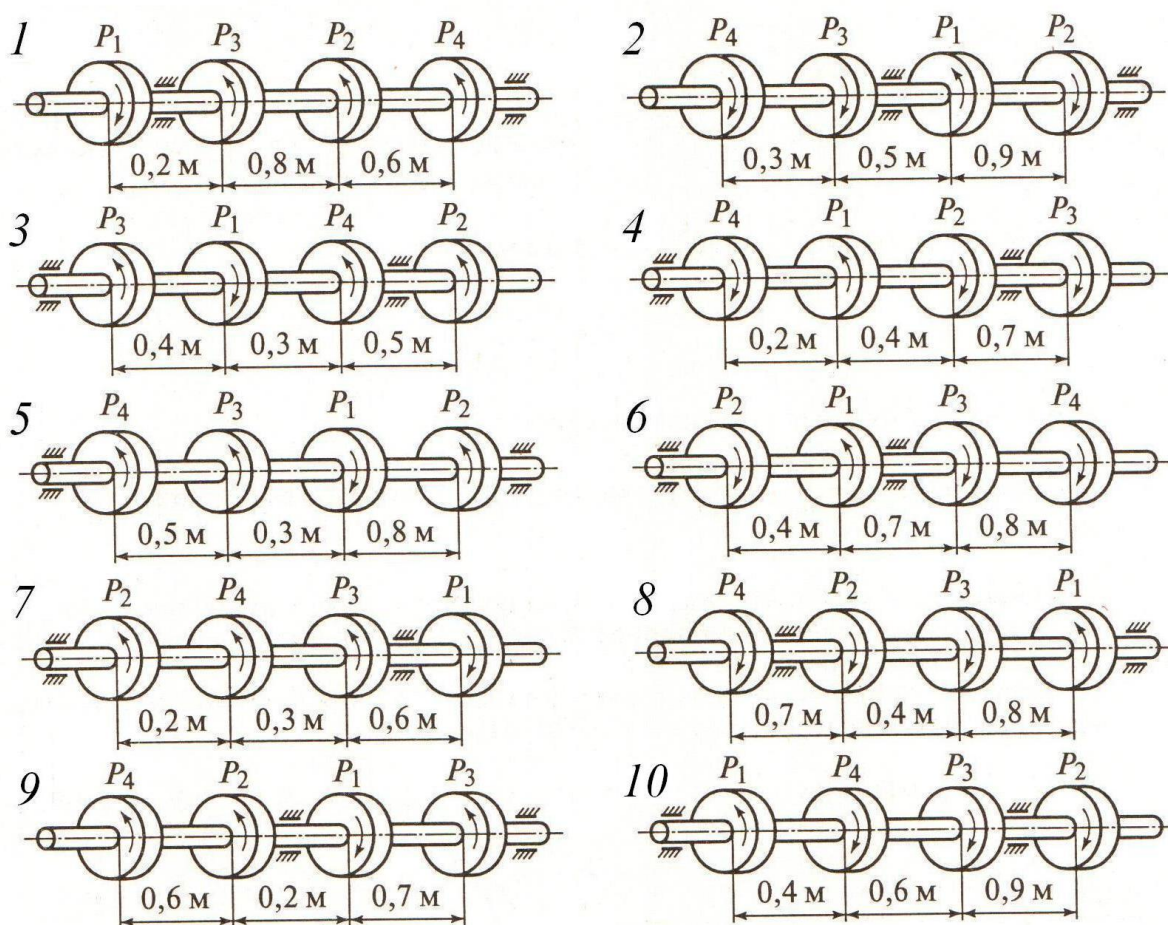

Рис. 11 - Схема задачи
*Задание:* Для стального вала (рисунок 11) постоянного поперечного сечения требуется: 1) определить значения моментов  $M_1$ ,  $M_2$ ,  $M_3$  и  $M_4$ ; 2) построить эпюру крутящих моментов; 3) определить диаметр вала из расчетов на прочность и жесткость, полагая по варианту (а) поперечное сечение вала - круг; по варианту (б) - поперечное сечение вала - кольцо, имеющее соотношение диаметров  $c = d_0 / d = 0,7$ . Мощность на зубчатых колесах принять  $P_2 = 0,5P_1$ ;  $P_3 = 0,3P_1$ ;  $P_4 = 0,2P_1$ . Принять:  $[\tau_{кр}] = 30 \text{ МПа}$ ;  $[\varphi_0] = 0,02 \text{ рад/м}$ ;  $G = 8 \cdot 10^4 \text{ МПа}$ . Окончательное значение диаметра округлить до ближайшего четного (или оканчивающегося на пять) числа.